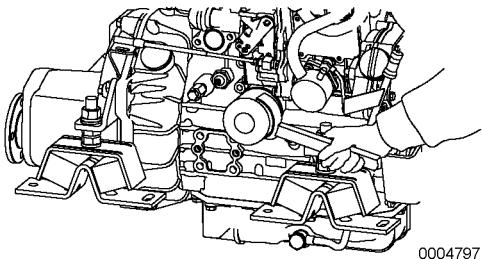

Figura 2
2. Rode o filtro do óleo do motor (**Figura 2**) no sentido dos ponteiros do relógio com uma chave.